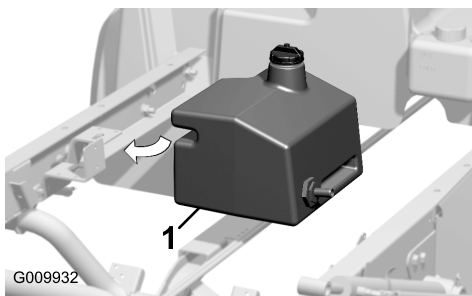

Figure 8
- Placez le réservoir de liquide hydraulique de sorte qu'un côté s'adapte sur le profilé de cadre inférieur gauche et que la fente située de l'autre côté du réservoir soit en face des trous du renfort de cadre (Figure 8).